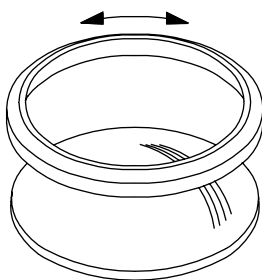

Fig.6-14.2 Inslipning av nya segmentet mot sätet.
3. Slipa in det nya sätet mot kulsegmentet. Lägg på ventilslippasta och gnid säte och kulsegment mot varandra tills en sammanhängande matt yta erhållits runt tätningsytorna (→ Fig.6-14.2).
Enbart för ventiler med HiCo-säte. Slipa in det nya segmentet mot det nya sätet. Lägg på ventilslippasta och gnid säte och kulsegment mot varandra tills en sammanhängande matt yta erhållits runt tätningsytorna (→ Fig.6-14.2).